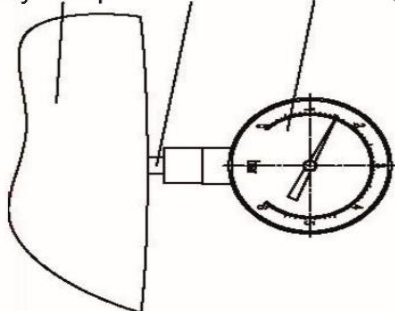

Рисунок 1
8. При работе мини-станции регулярно проверяйте давление внутри гидроаккумулятора при помощи манометра (смотрите рисунок 1) (только для моделей ХКСm60-1А, ХКСm70-1А, ХКСm80-1А). Если давление внутри гидроаккумулятора падает ниже нормы, закачайте воздух в бак при помощи насоса, как показано на рисунке 2. Давление внутри гидроаккумулятора не должно превышать оптимальные показатели (смотрите таблицу с техническими характеристиками).